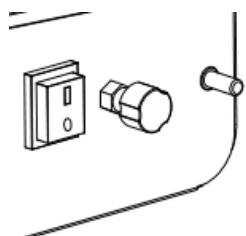

Figura 3
- x. Ajuste la llama y la potencia girando el mando de control en el sentido contrario a las agujas del reloj para aumentar el nivel o en el sentido de las agujas del reloj para disminuirlo (figura 3).